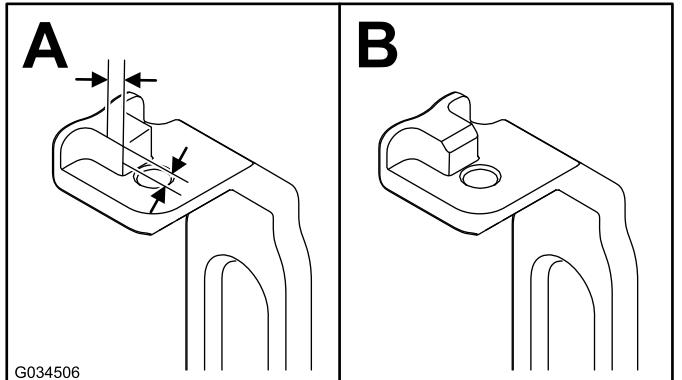

Figure 5
2. Sur les deux bras d'inclinaison (Figure 4), mesurez 2,3 mm vers l'intérieur sur les pattes et meulez l'angle, comme montré à la Figure 5.